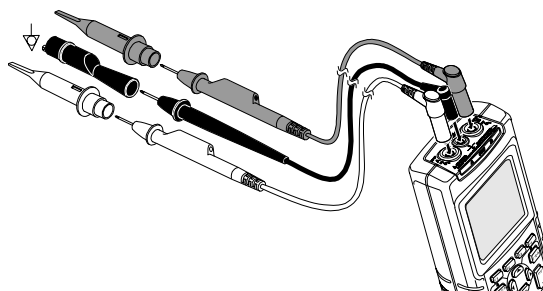

Figura 3-3. Conexión a tierra con el conductor de masa sin apantallar
- Use el conductor de masa apantallado negro en COM (común) para las mediciones de ohmios (Ω), continuidad, diodos y capacidad (consulte figura 3-3).